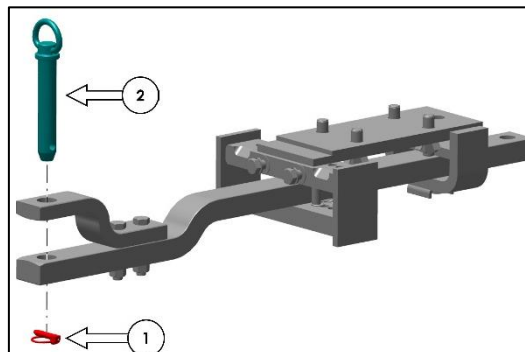
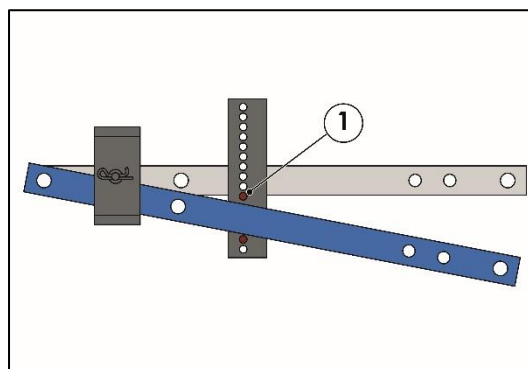

Fig. 204 : RÉGLAGE DU TIMON D'ATTELAGE OSCILLANT
Fig. 211 : POSITIONS DE DÉCALAGE A, B ET C
Avant d'effectuer tout réglage du timon d'attelage oscillant, retirer la goupille de sécurité (élément 1 sur la fig. 204) et la goupille de la barre de traction (élément 2 sur la fig. 204). Conserver ces deux goupilles d'arrêt dans la boîte à outils ou dans tout endroit sûr.
Une fois cela fait, atteler l'outil à remorquer ou à tirer, puis serrer la goupille de barre de traction (élément 1 sur la Fig. 204) et la goupille d'arrêt (éléments 2 sur la Fig. 204). Vérifier que l'outil est correctement attelé.
3. Retirer la goupille d'arrêt (élément 1 sur la Fig. 204) et la goupille de barre de traction (élément 2 sur la Fig. 204).
6. Remettre en place la goupille de la barre de traction (élément 1 sur la Fig. 204) et la goupille d'arrêt (élément 2 sur la Fig. 204).
Positions de décalage A, B et C (Fig. 211) :
1. Retirer les 4 goupilles fendues (élément 1 sur la figure 204) et les 2 goupilles (élément 2 sur la figure 204).
3. Remettre en place les 2 goupilles (élément 2 de la Fig. 204) dans les trous adjacents (voir Fig. 204) de la position de réglage de la barre de traction et arrêter le mouvement de la barre de traction en la fixant avec les 4 goupilles à cheveux, 2 goupilles à cheveux pour chaque goupille (élément 1 de la Fig. 211), 2 à partir du bas et 2 à partir du haut.
3. Remettre en place 1 goupille (élément 2 sur la Fig. 204) dans l'orifice adjacent correspondant à la position réglée de la barre de traction, et bloquer et verrouiller la barre en place en sécurisant avec 2 goupilles fendues (élément 1 sur la Fig. 211). Placer la goupille restante et les 2 goupilles fendues dans la boîte à outils.